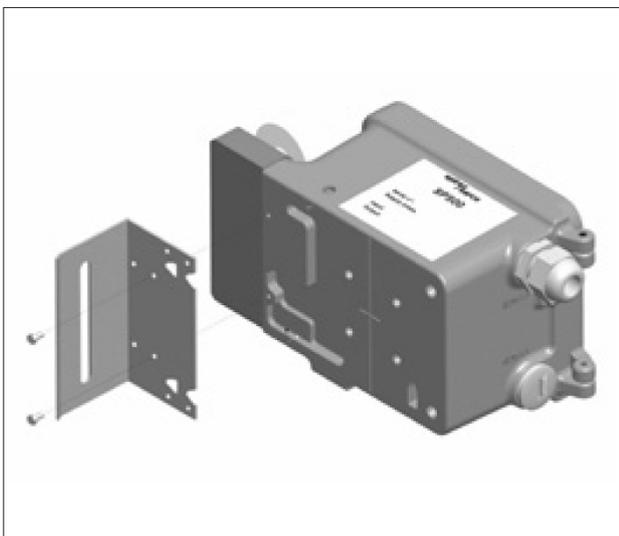

Bild 11
5. Schutzplatte an die Rückseite des Stellungsreglers befestigen, siehe Bild 11 und 12.